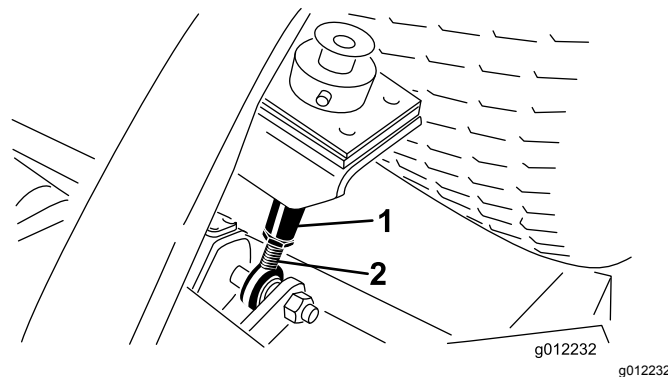

Bild 11
8. Lösen Sie die Klemmmuttern unten an den Schnitthöhenstangen (Bild 11).